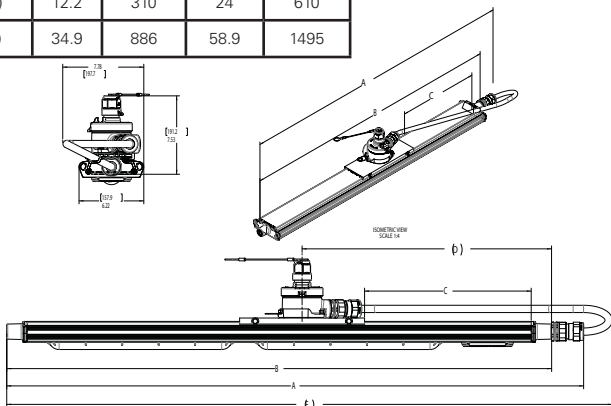
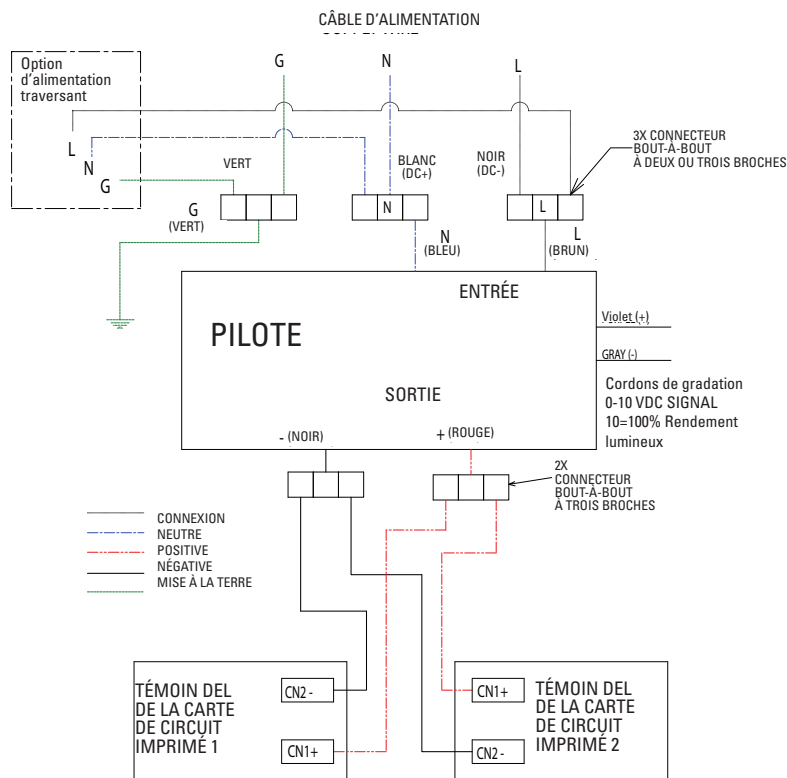

Figure 10
Figure 15
- Poser le support de fixation coulissante avec la boîte de jonction sur la bride de montage du luminaire, comme illustrée à la figure 10. Régler la position de la fixation coulissante selon la distance C indiquée dans le tableau. Remarque : la distance C se rapporte à l'extrémité de la bride de montage du luminaire.
- Installer un (1) corps fileté de presse-étoupe à la boîte de jonction et un (1) corps fileté de presse-étoupe au plot sur l'extrémité du circuit de commande du luminaire. Se reporter à la fiche IF1647 pour des directives sur l'installation du raccord TMCX et sur la préparation du câble.
- Placer le câble de manière similaire à celle illustrée à la figure 10.
- Ouvrir le couvercle du circuit de commande en desserrant les quatre (4) vis du couvercle en acier inoxydable no 10-32 x 0,75 po. (Voir la figure 10) Tous les composants dans le luminaire sont câblés; ainsi, il ne reste qu'à raccorder le fil de phase, le fil neutre et le fil de mise à la terre aux bornes ou fils conducteurs du luminaire selon les schémas de câblage (voir les figures 15 et 16), à l'aide de méthodes conformes aux codes applicables. Raccorder d'abord le conducteur de mise à la terre (vert) de l'équipement, puis le courant (blanc) et la tension composée (noir). Pour les applications en tension continue, raccorder le fil positif (+) au fil blanc et le fil négatif (-) au fil noir. Serrer tous les raccordements électriques. Remarque : les orifices standards sont de 3/4 po NPT.
- Remettre le couvercle du circuit de commande en place et serrer les quatre (4) vis de montage du couvercle au couple de 31 po-lb (3,6 N.m).
3. Pour faciliter le retrait du couvercle, un point d'appui a été placé dans l'un des coins du couvercle. (Voir la figure 15.)